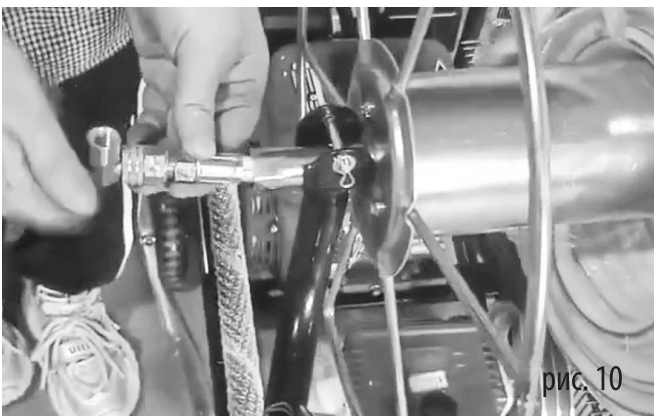

рис. 10
10. Установите латунный коннектор (2) на конец шланга (1). Хорошо зафиксируйте коннектор (рис. 10).